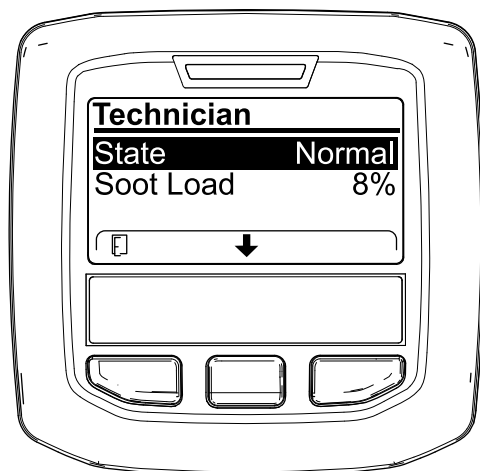

Figura 62
- Utilice la tabla de funcionamiento de DPF para comprender el estado actual del funcionamiento del DPF (Figura 62).